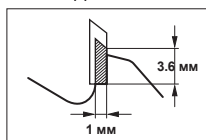

Рисунок 1 Мінімальні розміри наварки композитного полотна дискової пили.
3. Композитні (наварені) полотна дискової пили, розмір наварки яких зменшився до 1 мм, повинні бути зняті з експлуатації. Зверніться до Рисунок 1.